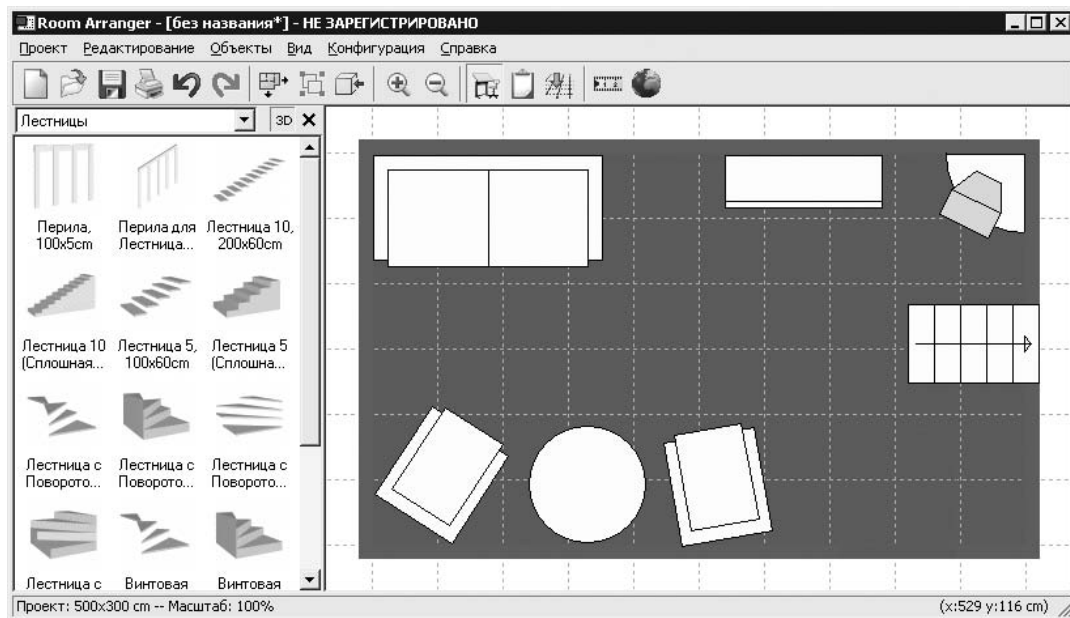

Рис. 9.27
12. После добавления и расстановки объектов получится примерно такая же картинка, как показана на рис. 9.27.